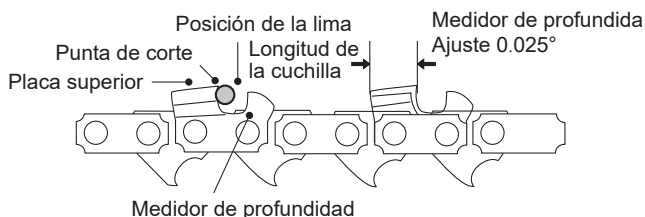

Fig. 44
9. Utilice un instrumento de medición del medidor de profundidad para comprobar su altura. Las plantillas de medición del medidor de profundidad están disponibles en la mayoría de los comercios de herramientas de renombre (Fig. 44).